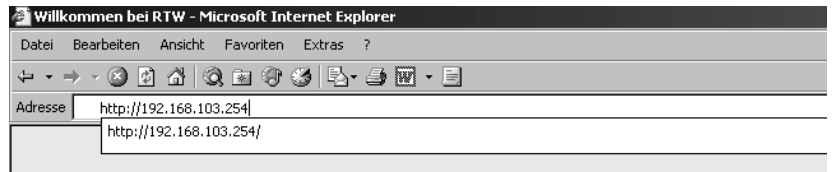

Bild 8-24: IP-Adresseingabe in das Adressfeld des Internet-Browsers
1. Starten Sie Ihren Internet-Browser und geben Sie die IP-Adresse Ihres Gerätes in der Adresszeile ein (z. B.: „http://192.168.103.254“, siehe Bild 8-24). Bestätigen Sie die Eingabe mit der „Enter“-Taste Ihrer PC-Tastatur.